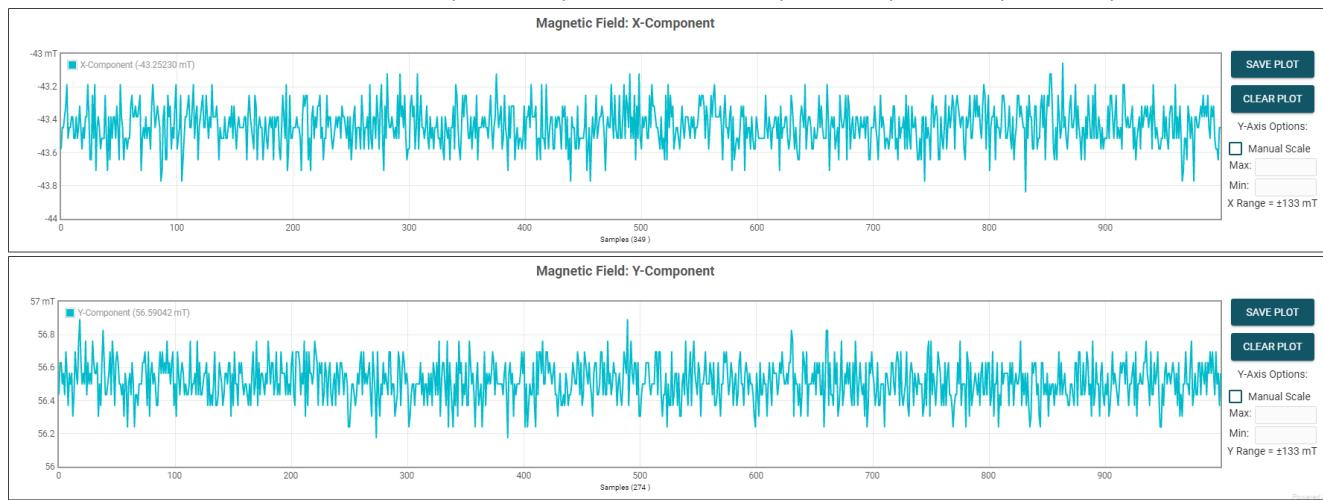
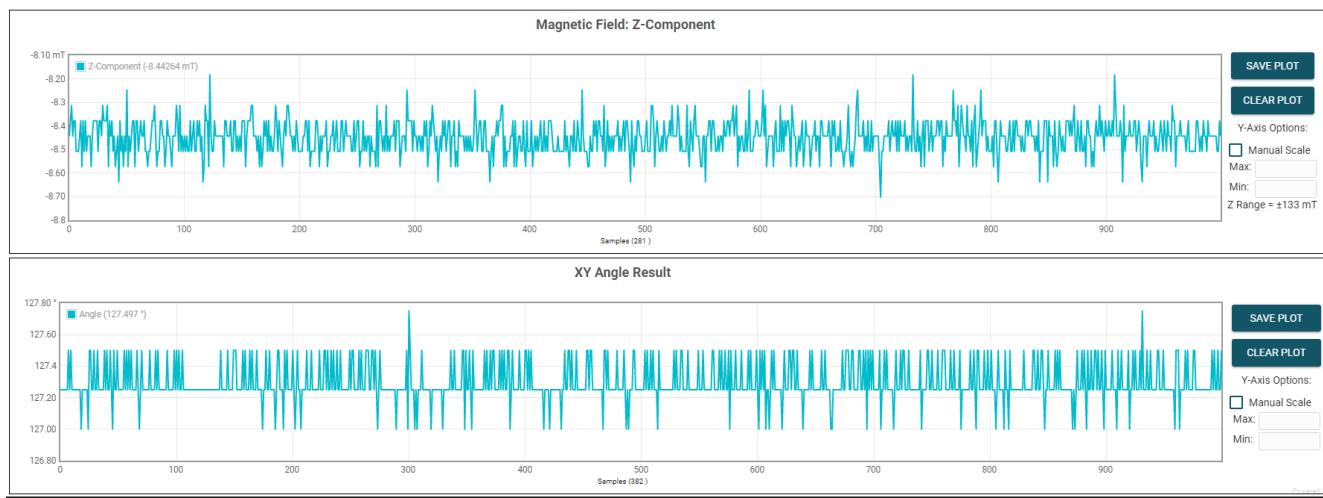
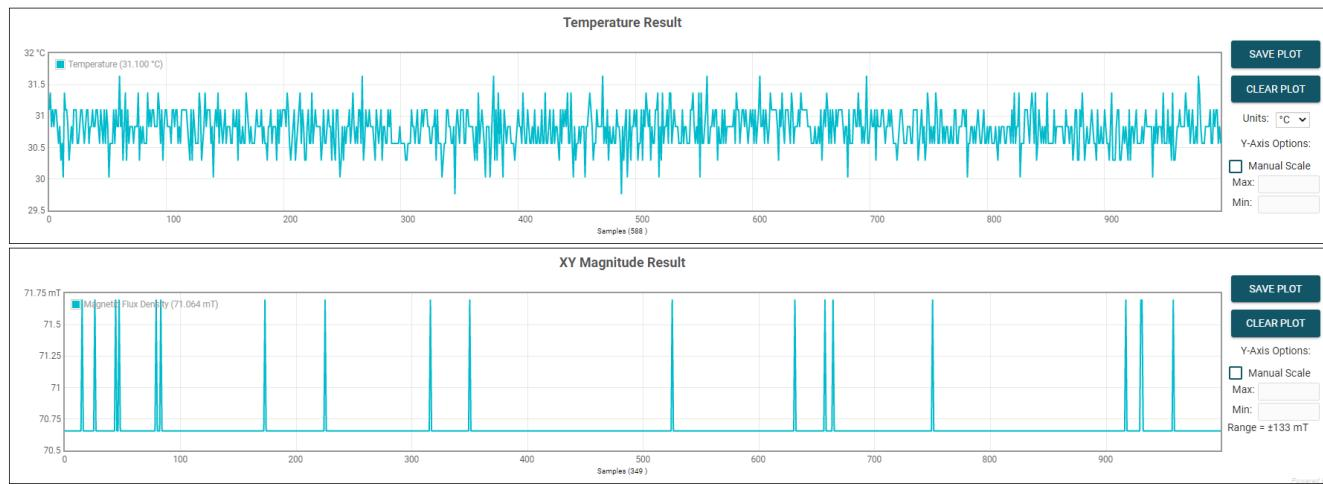

图 4-12. X 和 Y 通道 GUI 图
图 4-13. 器件的角度测量图
图 4-14. 器件的幅度图
4. 用户在扭动旋推模块的旋钮时，转盘上显示的角度和转盘下的文本也会相应改变。点击 **Plots** 选项卡，可看到此过程中生成的 X 和 Y 通道波形（图 4-12）、器件角度测量（图 4-13）和幅度（图 4-14）。